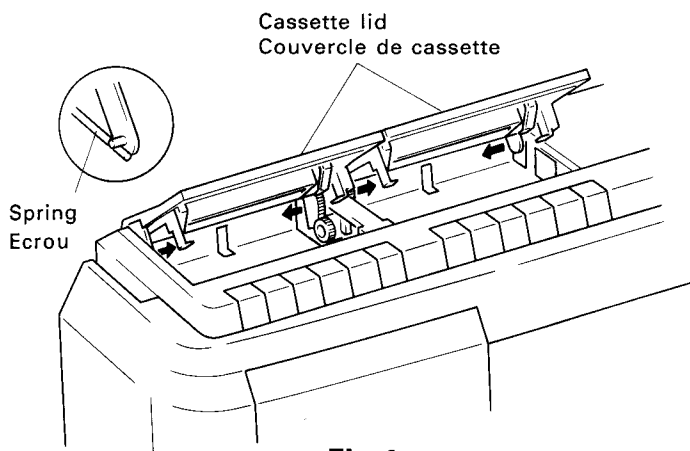

Fig.1
1. Removing the Cassette Lid (Fig.1)
1. Dépose de la couvercle de cassette (Fig.1)